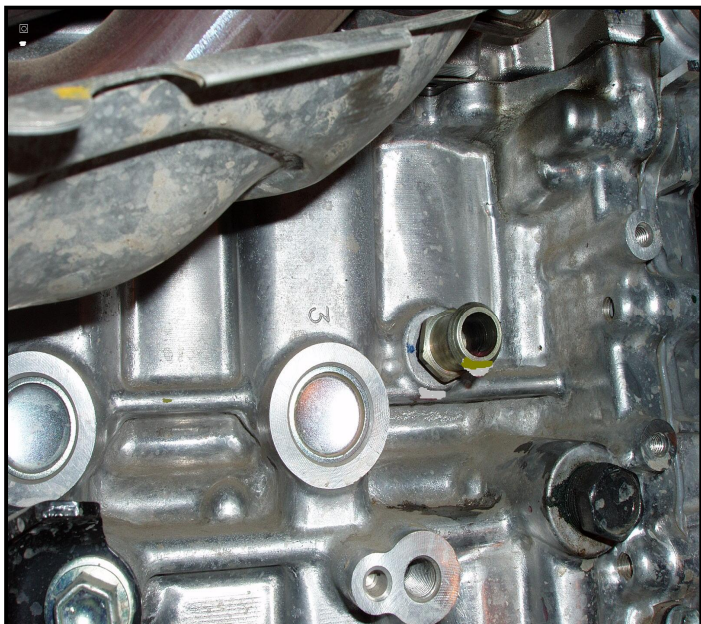

Рисунок 1. Штуцер ввернутый в сливное отверстие
3.4. Нанести герметик на резьбу штуцера R1/4 и вернуть его вместо сливной пробки рис. 1.